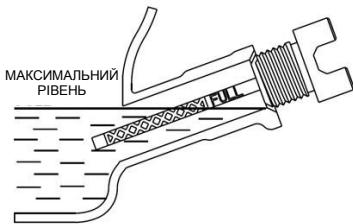

Рисунок 2-8. Безпечний робочий діапазон
6. Щоб перевірити рівень масла, зніміть воронку та вставте щуп у маслозаливну горловину. Див. Рисунок 2-8.